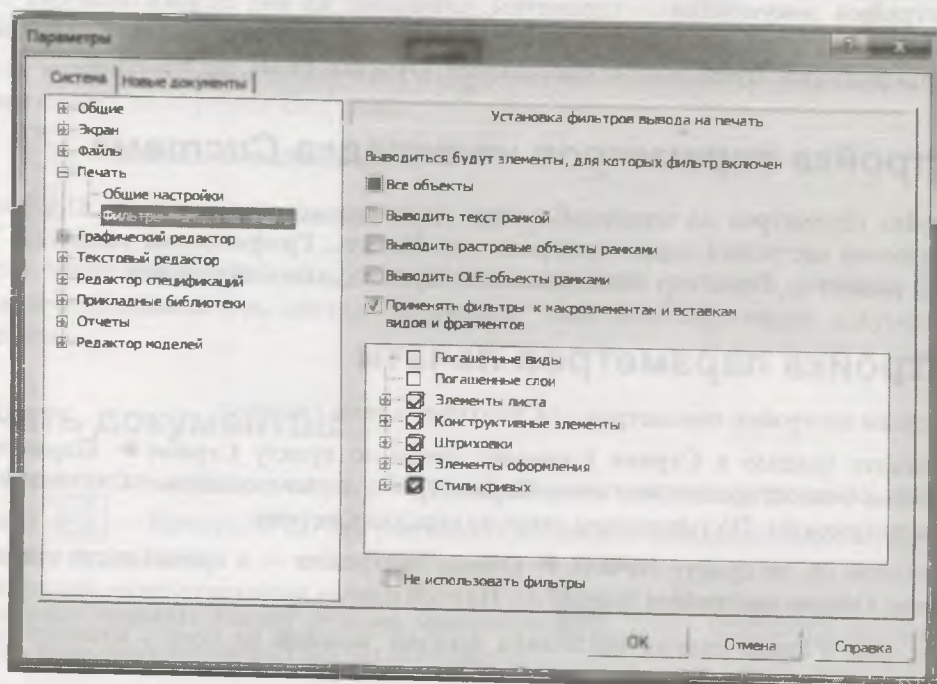

Рис. 17.2. Диалоговое окно Параметры с открытой панелью Установка фильтров вывода на печать
- ♦ щелкните ЛК мыши по пункту **Фильтры вывода на печать** — в правой части экрана появилась панель **Установка фильтров вывода на печать** (рис. 17.2). Введите такие изменения: